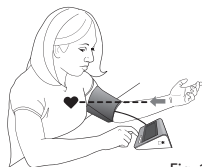

Fig. 1
1. El codo debe descansar sobre una superficie sólida, con la palma de la mano hacia arriba. Eleve su brazo de manera que el brazalete esté en el mismo nivel que su corazón, Fig. 1. Asegúrese de que el brazalete esté elevado al nivel adecuado; quizá prefiera apoyar su mano sobre una toalla doblada o un libro. Relaje su mano izquierda.